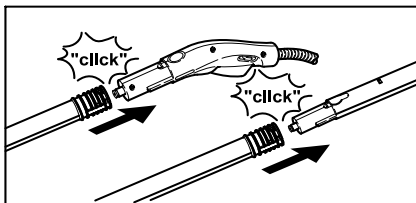

Рисунок 4
- Штекер подачі пари (С6) міцно закріпіть у штепсельній розетці пристрою (А1). При цьому фіксатор штекера подачі пари повинен ввійти в зацеплення на кришці штепсельної розетки пристрою (див. рис. 4).